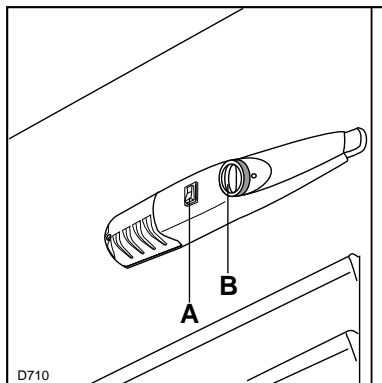

Fig. 3b
Avec une température ambiante inférieure à +14°C l'interrupteur (A) (voir Fig. 3b) doit être pressé (le voyant incorporé s'allume).